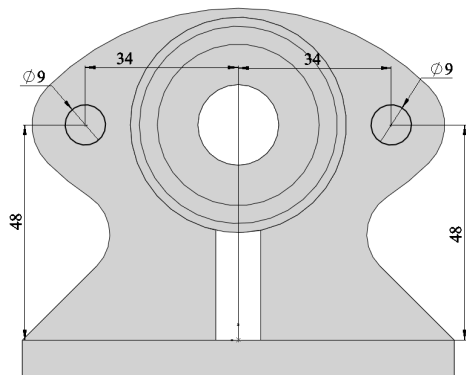

图 13-127 绘制草图 2
**05** 单击“草图”工具栏中的“圆”按钮，绘制草图，如图 13-127 所示。